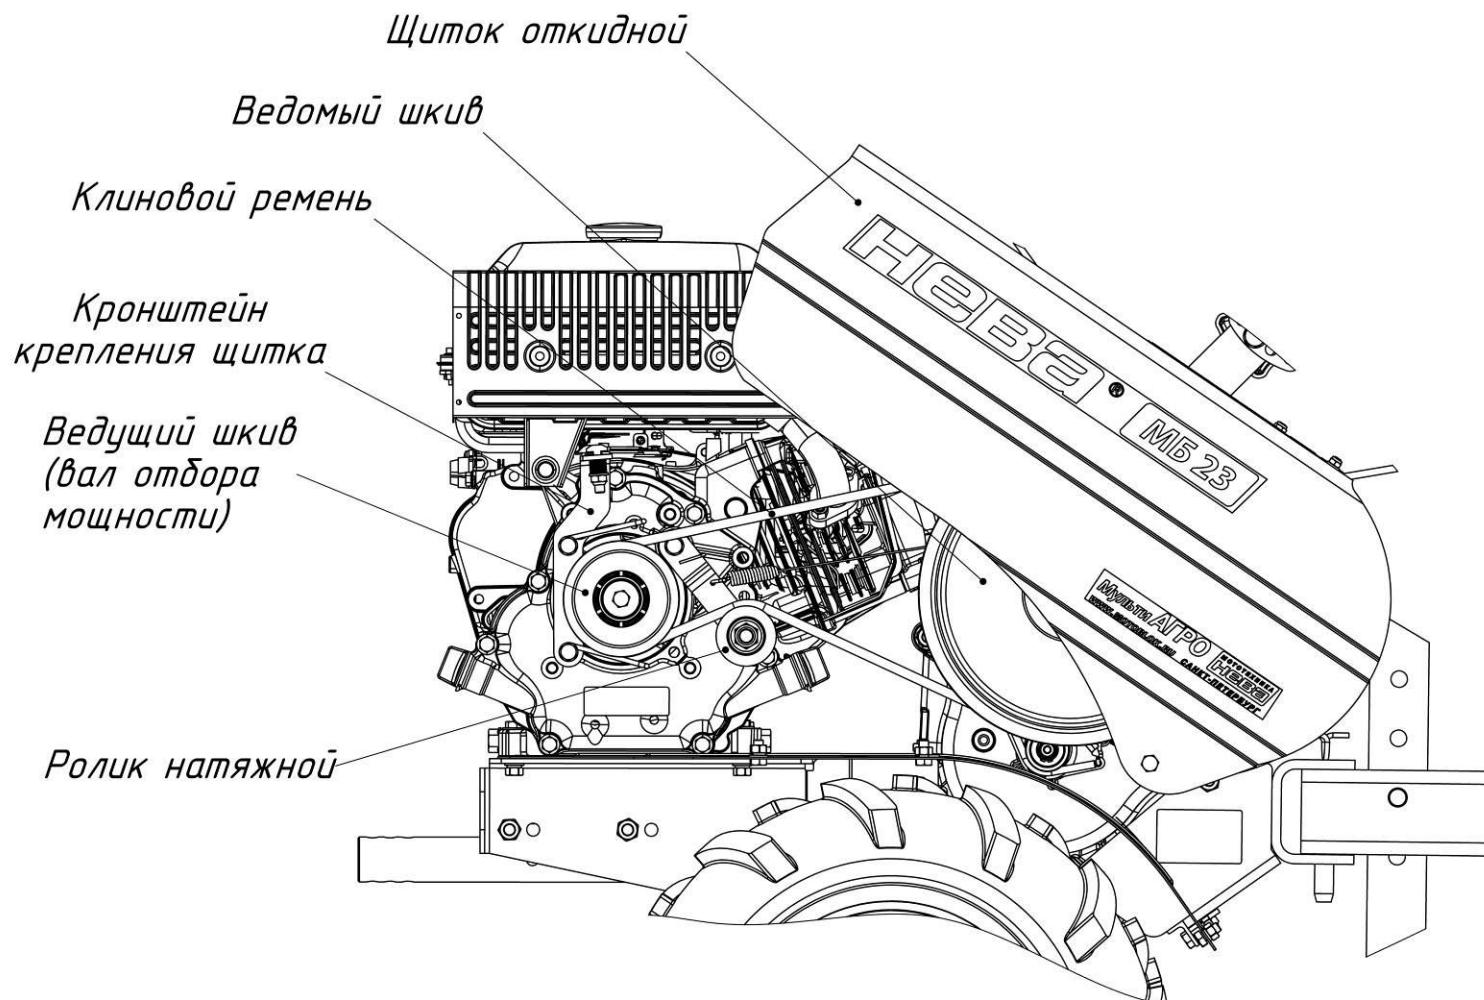

Рис.2 Мотоблок МБ23 МультиАГРО. Вид слева (щиток поднят)
**Щиток откидной** – устанавливается на мотоблок, предназначен для защиты вращающихся частей мотоблока и для облегчения сервисного обслуживания изделия (рис.2).